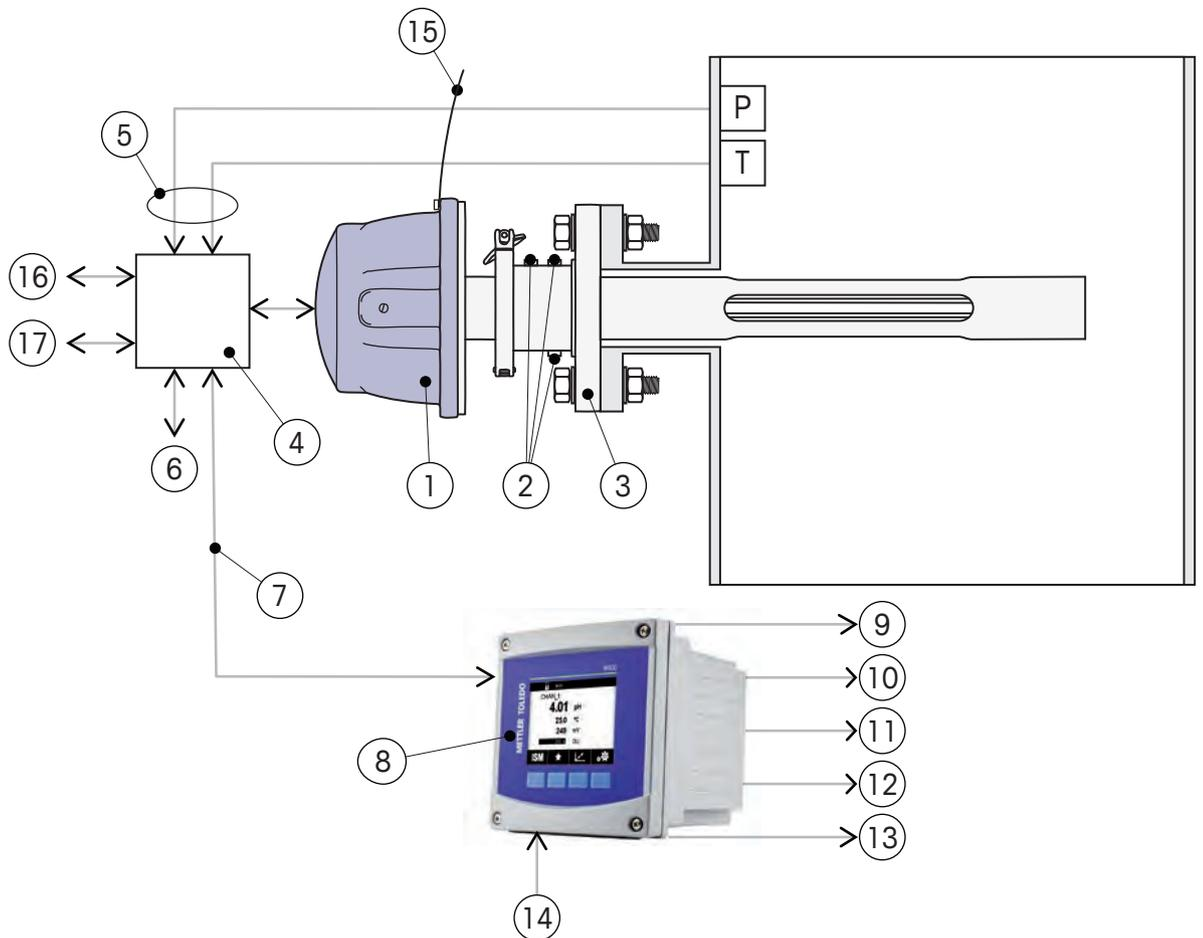

Figura 1 Esquema geral da sonda padrão com purga (SP)
Normalmente, o GPro 500 TDL consiste de quatro unidades separadas: a cabeça TDL, a adaptação de processo (sonda), a caixa de junção e o transmissor M400 (interface do usuário). Além disso, na maioria dos casos, gás de purga (adequado para a aplicação) e entradas 4 a 20 mA de sensores de temperatura e pressão são necessários. Os diagramas gerais de instalação para sondas com purga e sem purga, células wafer e medições extrativas são mostrados na Figura 1 na página 19.
Opcionalmente, o GPro 500 é fornecido como uma versão com saída adicional. Esta versão fornece saídas analógicas passivas (2 x 4 a 20 mA) diretamente da cabeça do sensor e oferece uma solução Ex-d completa. Nesse caso, não é necessário um transmissor M400, sendo que um M400 não deve ser conectado à cabeça do sensor. Para configurar as saídas analógicas diretas opcionais, é necessário usar o Software Suite MT-TDL para configurar o GPro 500 durante o comissionamento (usando a conexão Ethernet ao GPro 500, consulte o item 6 na Figura 1 na página 19). Para obter mais informações sobre o MT-TDL Software, consulte capítulo 6 "Serviço" na página 104.